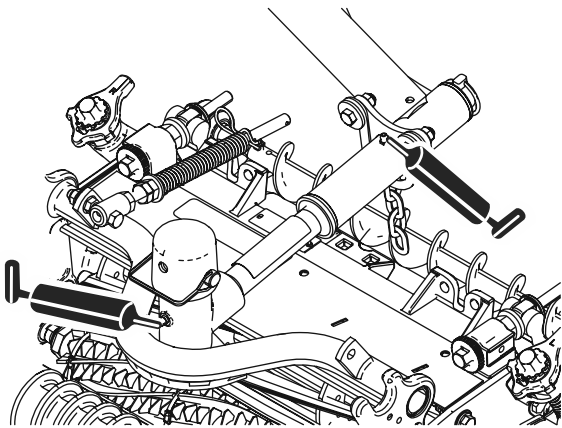

Figura 45
- Perni dell'apparato di taglio (2 cad.) (Figura 45)